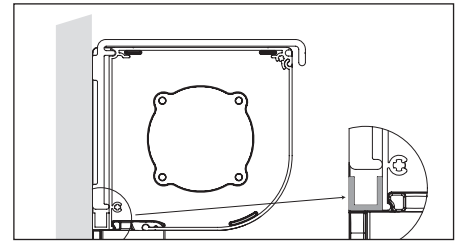

Abb. 33: U-Profil - Höhe horizontal
A. U-Profil - Höhe horizontal (Abb. 33)